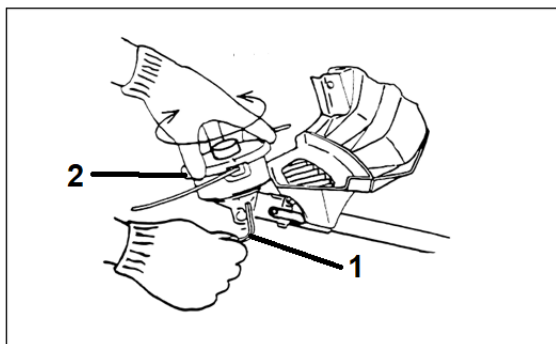

Рисунок 11. Схема встановлення різальної головки із жилкою.
5.1.4 Встановлення/заміна різальної головки із жилкою (рис. 11).